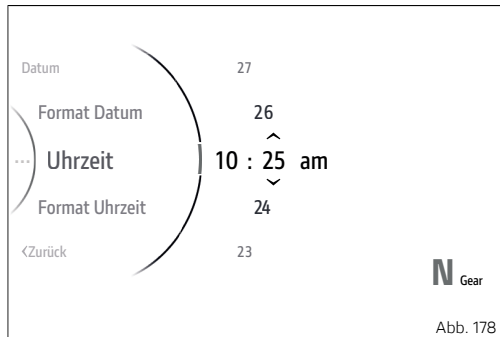

Abb. 178
Die Pfeile und die verfügbaren Werte werden jetzt für die Anzahl der Minuten eingeblendet (Abb. 178 S.200). Über die Tasten (1) und (2) ist das Scrollen und Wählen des gewünschten Werts möglich. Zur Bestätigung auf ENTER (3) drücken und zur Wahl von AM/PM übergehen.